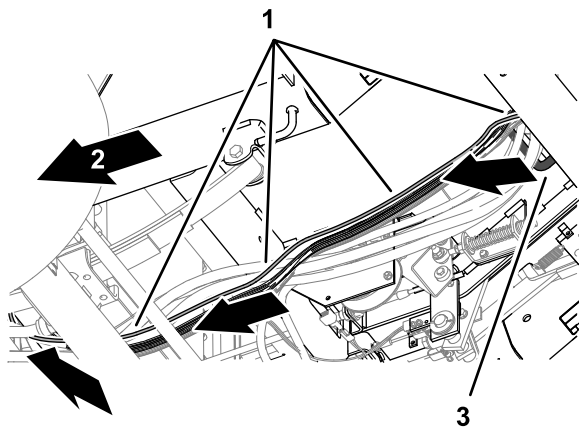

Рисунок 161
4. В нижней части машины проложите кабель передачи данных модема назад, вдоль жгута проводов машины (Рисунок 161).